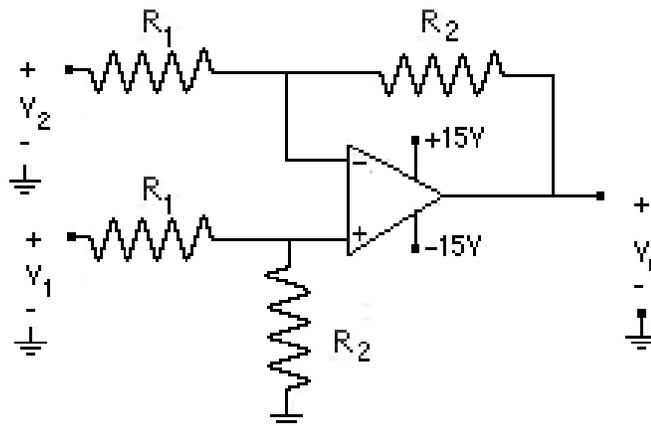

Figura 1.- Amplificador diferencial básico
2.- Deduzca la expresión del voltaje de salida para el amplificador diferencial básico cuyo circuito se muestra en la Figura 1, considerando que el amplificador operacional es ideal, utilizando los valores indicados por su profesor y alimentándolo con fuentes de $\pm 15V$. Indique cuál es la función principal de este circuito.